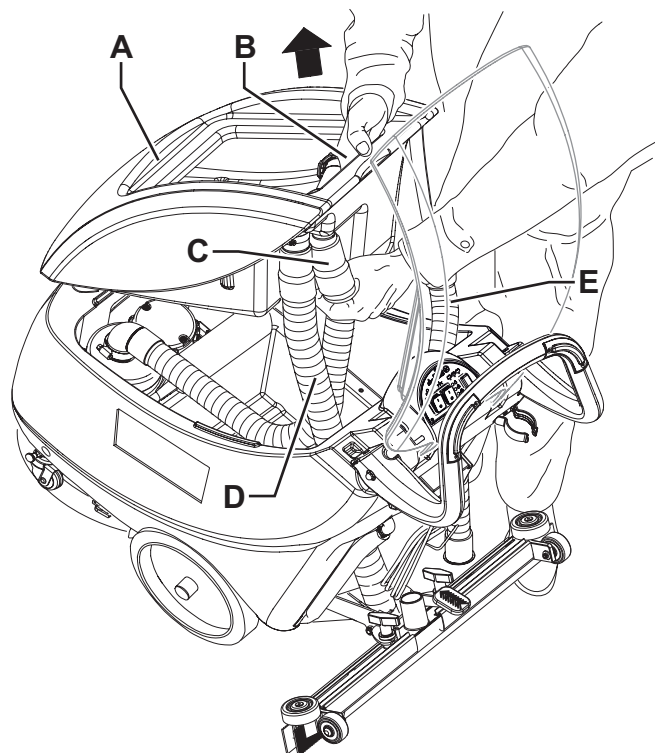

Рис. 2
7. Отсоедините вакуумный шланг (22) от швабры (11).
8. Отсоедините спускной шланг восстанавливающей воды (16) от скобы (17).
9. Откройте крышку (6).
10. Захватите бачок с восстанавливающей водой (А, Рис. 2) в зоне (В) и слегка сполосните его.
11. Отсоедините вакуумный шланг (С) от бачка, затем снимите бачок (А) с шлангами (D) и (E).
12. Установите аккумуляторы в машину согласно схеме (51).